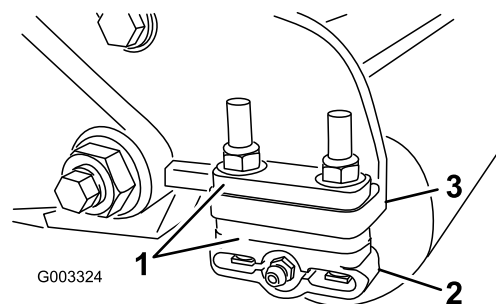

Figura 14
1. Regolate le staffe del rullo posteriore (Figura 14) in base all'altezza di taglio desiderata posizionando il numero di distanziali necessari sotto la flangia di montaggio della piastra laterale (Figura 14) conformemente alla tabella delle altezze di taglio.